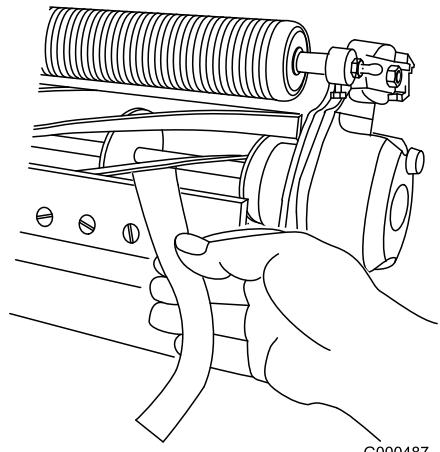

図 59
4. リール前面の左右いずれかの端を選び、リールと下刃の間に長く切った新聞紙片を差し入れる（図 59）。リールをゆっくり前回転させながら下刃調整ネジを締める（新聞紙を入れた側の調整ネジを、1 目盛りづつゆっくりと）。新聞紙を引き抜くのに軽い力が必要な程度でよい。
6. 両側の調整ができたら最終確認を行う：紙片をリールの前から差し込んだ時にはさむだけ、下から差し込むと切れるのが正しい調整である（図 59）。リールと下刃のごくわずかの接触で紙が切れなければいけない。接触を強くしないと切れない場合には、鋭利な刃先を取り戻して精密なカットができるようにバックラップか研磨を行うことが必要（Toro 研磨マニュアルを参照）。